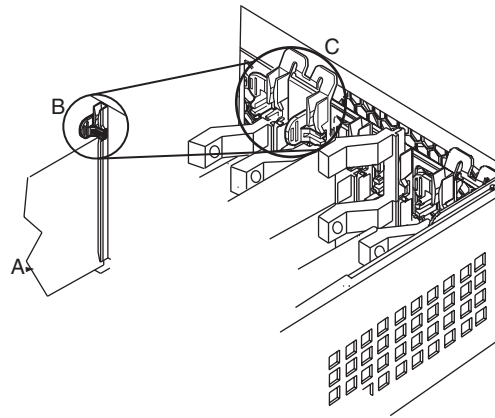

Figura 4-5 Sujetador de retención posterior
La parte posterior de las tarjetas complementarias se mantiene en su lugar mediante un sujetador de retención posterior sólo en las tarjetas de longitud completa. Para ver una ilustración del sujetador de retención posterior, consulte la Figura 4-5.
8. Si se está retirando una tarjeta de longitud completa, libere el sujetador de retención posterior. Consulte la Figura 4-5 en la página 87.
12. Si está instalando una tarjeta de longitud completa, asegure el sujetador de retención posterior. Consulte la Figura 4-5 en la página 87.